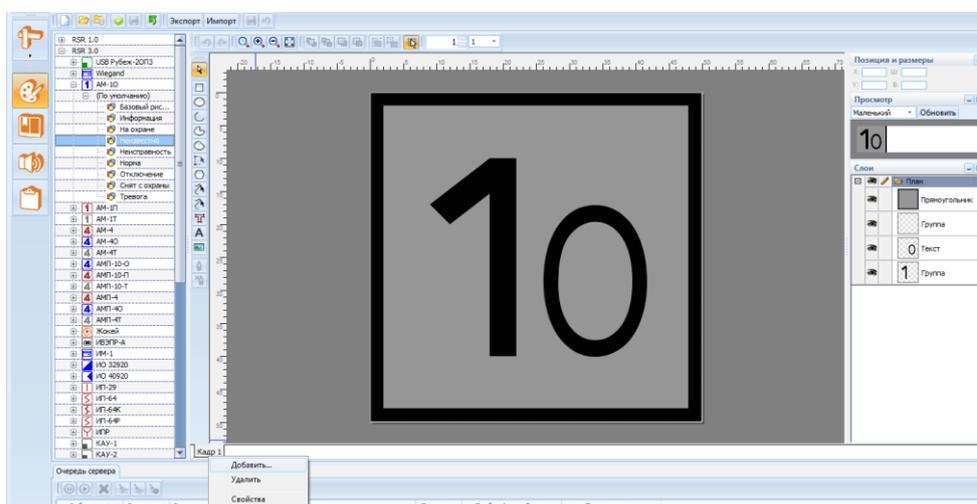

Рисунок 14.9 Добавление кадра для состояния устройства «Неизвестно»
- 2) открыть контекстное меню с помощью щелчка правой кнопки мыши на закладке **Кадр 1** в нижней части окна графического редактора и выбрать команду **Добавить** (Рисунок 14.9).